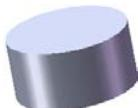
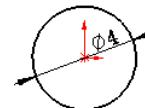

图 16.6.19 凸台一拉伸 1
图 16.6.20 横断面草图
Step2. 创建图 16.6.19 所示的零件基础特征——凸台一拉伸 1。
(1) 选择命令。选择下拉菜单 **插入(I)** → **凸台/基体(B)** → **拉伸(E)...** 命令(或单击“特征(F)”工具栏中的 按钮)。
(2) 定义特征的横断面草图。
① 定义草图基准面。选取前视基准面作为草图基准面。
② 定义横断面草图。在草图环境中绘制图 16.6.20 所示的横断面草图。
③ 选择下拉菜单 **插入(I)** → **退出草图** 命令，退出草图环境，此时系统弹出“凸台一拉伸”对话框。
(3) 定义拉伸深度属性。
① 定义深度方向。采用系统默认的深度方向。
② 定义深度类型和深度值。在“凸台一拉伸”对话框 **方向1** 区域的下拉列表中选择 **给定深度** 选项，在 **输入** 中输入深度值 2.0。
(4) 单击 按钮，完成凸台一拉伸 1 的创建。